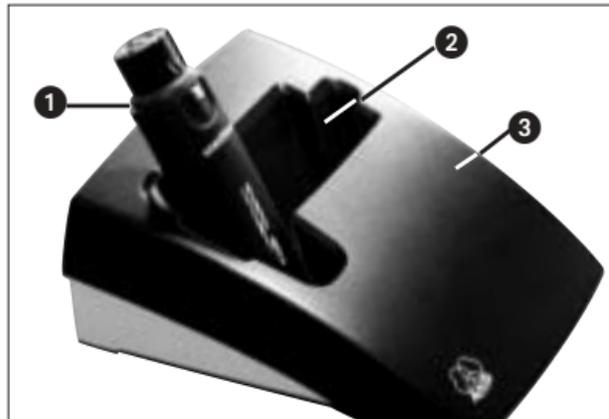

Abb. 2: SO 40
3. Stellen Sie den Sender (1) in die Lademulde (2) der Ladestation (siehe Abb. 2 bis 4).
Wichtig (SO 40 - Abb. 2): Ziehen Sie den SO 40 vom Mikrofon ab, bevor Sie ihn in die Ladestation stellen. Andernfalls besteht die Gefahr, dass die Ladestation umkippt und der Sender aus der Lademulde herausfällt.
Stellen Sie den Sender gemäß Abb. 2 bis 4 in die Ladestation.